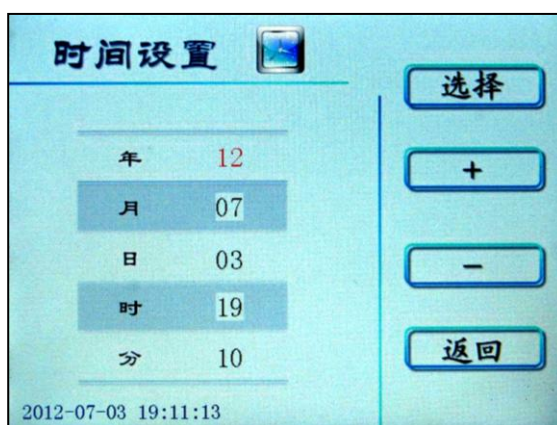

图 13 时间设定页面
8. 在设置页面, 按 **时间设定** 键进入时间设定页面 (图 13), 按 **选择** 键选择年、月、日、时、分, 按 **+** 或 **-** 键改变设定值, 然后按 **返回** 键回到设置页面。